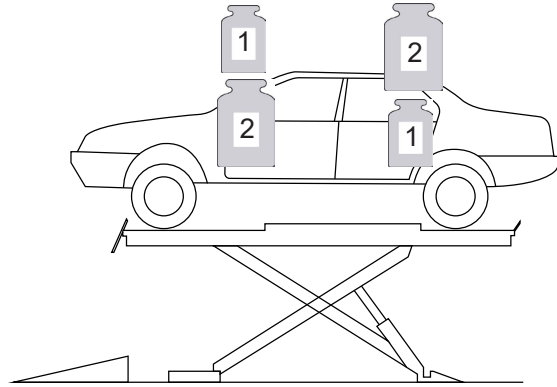

Fig.2a
- 1:2 o 2:1 (reversibile) (vedi Fig.2a)
- 1:2 o 2:1 (reversible) (see Fig.2a)
- 1:2 o 2:1 (umkehrbar) (siehe Fig.2a)
- 1:2 o 2:1 (réversible) (voir Fig.2a)
- 1:2 o 2:1 (reversible) (ver Fig.2a)